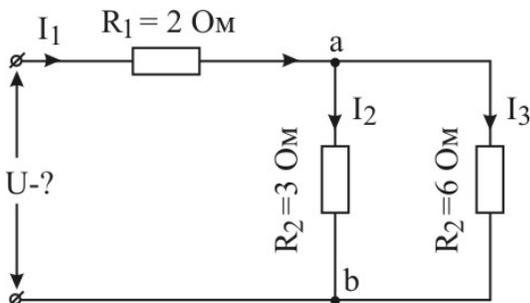

Рисунок 1.6 – Смешанное соединение сопротивлений
Пример 1.2. В электрической схеме (рис. 1.6.) заданы все сопротивления и мощность, потребляемая сопротивлением (R_2), $P = 12$ Вт. Определить токи (I_1 , I_2 , I_3) и напряжение на зажимах схемы (U).